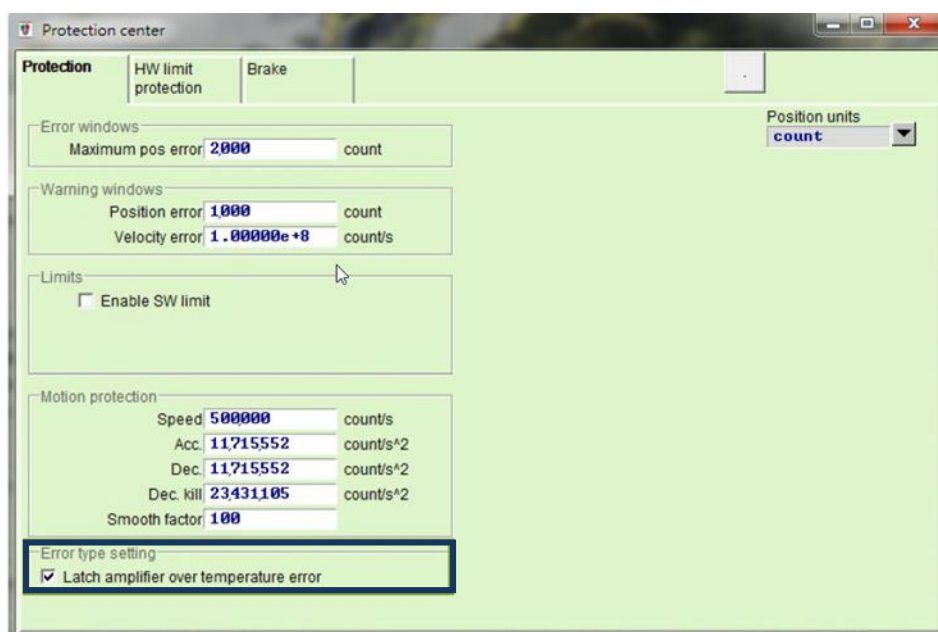

図 9.3.1
- (1) 図 9.3.1 の手順で最大位置誤差を修正します。
- (2) 位置誤差をデフォルト値より高く設定することはお勧めしません。 初期値のままで「E03 PEBIG」または「ERR E03」が表示される場合は、サーボ剛性を調整してください。
Protection center の **[Protection]** タブをクリックします。図 9.3.1 のように、エラー種別設定の設定エリアで、この機能を有効または無効にします。**Latch amplifier over temperature error** のチェックボックスをチェックして、自動エラー処理機能を無効にします。チェックボックスがチェックされていない場合、自動エラー処理機能が有効になります。